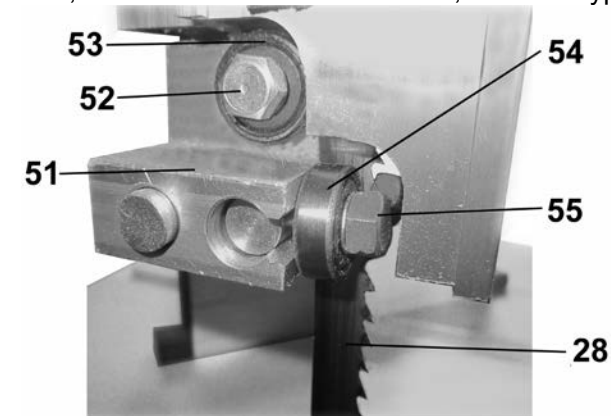

Рис. 8
11.6. Регулировка верхней и нижней направляющих пильной ленты (Рис.8, 9)